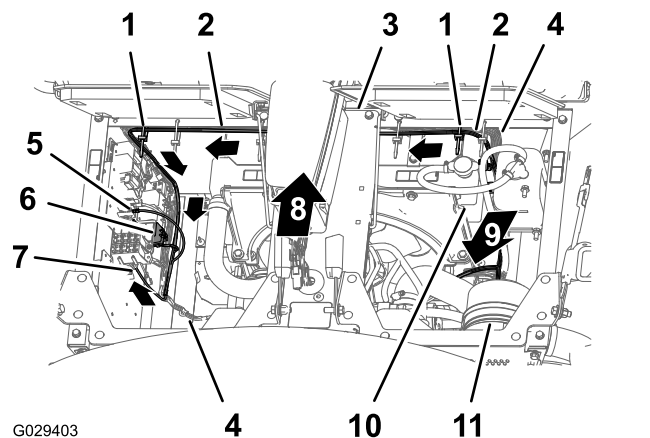

図 12
- エンジンルーム用の 197cm の枝 リング端子、ソケット端子、5ソケットコネクタがついている を、ラジエターの右側に沿って上方へ導き、ラジエター上部に沿って中央コンソールのベース部の下まで導く 図 12。
- ケーブルタイを使って、仕上げキット用ワイヤハーネスを車両用ワイヤハーネスに 図 12 のように固定する。